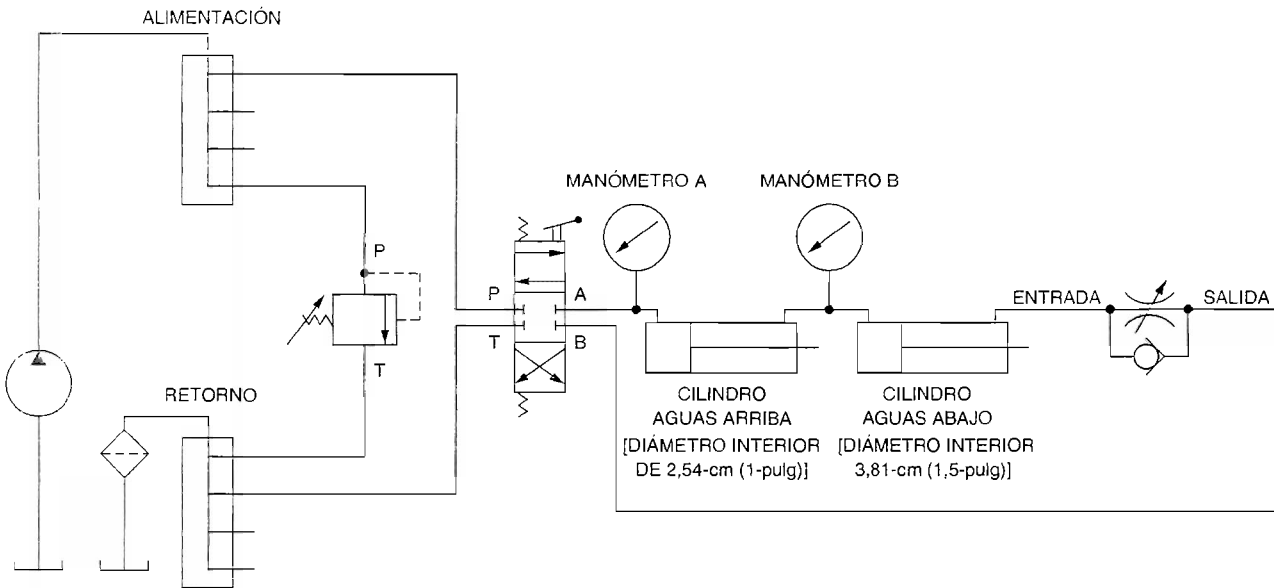

Figura 3-9. Circuito en serie con carga en el cilindro aguas arriba.
- 22. Modifique sus conexiones de manera que coloque los dispositivos de carga (válvula de control de flujo no compensada) en el cilindro aguas arriba [diámetro interior de 3,81 cm (1,5 pulg)], como se muestra en la Figura 3-9.